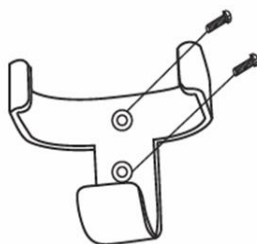

Fig. 11a
1. Ubique una pared adecuada para fijar el sujetador del control remoto con los 2 tornillos. (Fig.11a).